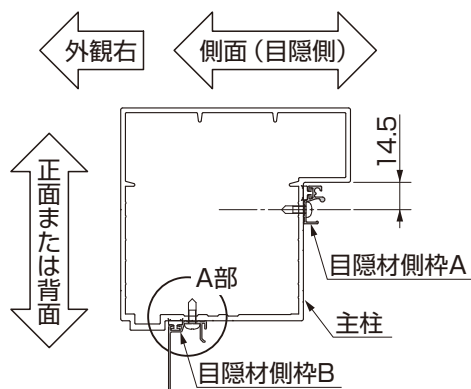
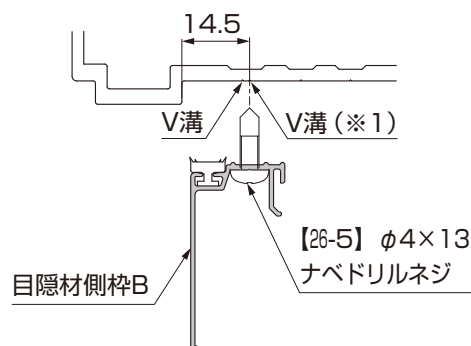

図4-1 目隠材側枠A・Bの取付け
図4-2 A部詳細図
- ①主柱または袖・中間柱に、目隠材側枠Aを【26-5】で取付けてください。(図4-1参照)
- 正面または、背面側の目隠材の取付けの場合は、V溝が2本ありますので(※1)のV溝に取付けてください。(図4-1、図4-2参照)